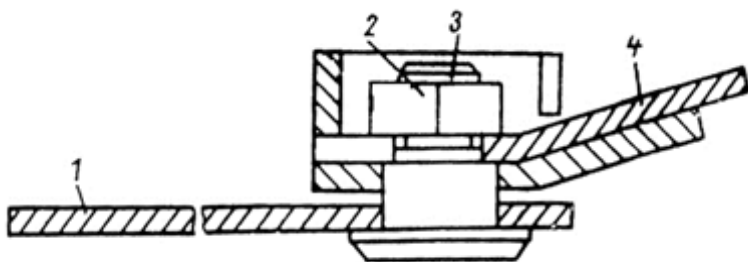

Рис. 16 Крепление ножа
- а) снимите шплинт 2 (рис.16);,
- а) снимите шплинт 2 (см. рис.16);